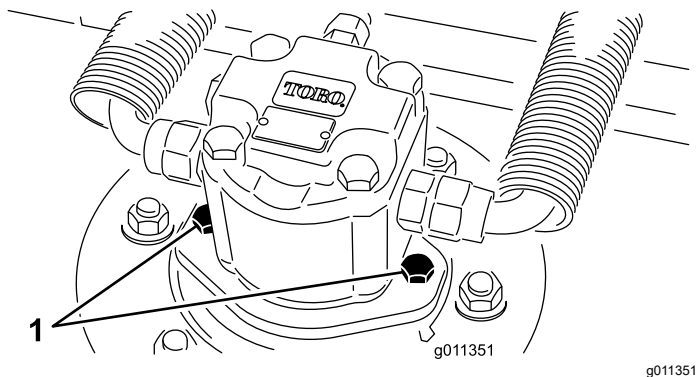

图 79
2. 从滚刀组中断开并取出液压马达图 79。盖住铰轴的顶部防止污染。
3. 将液压马达安装到滚刀组上图 79。确保 O 形圈到位且没有受到损坏。